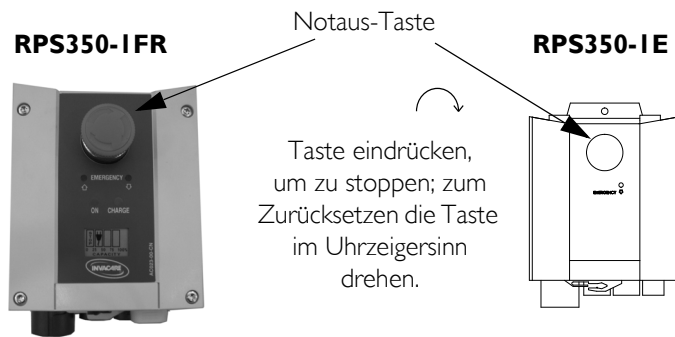

ABBILDUNG 3.1 Bedienung des Patientenlifters
- Siehe Detailzeichnung „A“ in Abbildung 3.1.